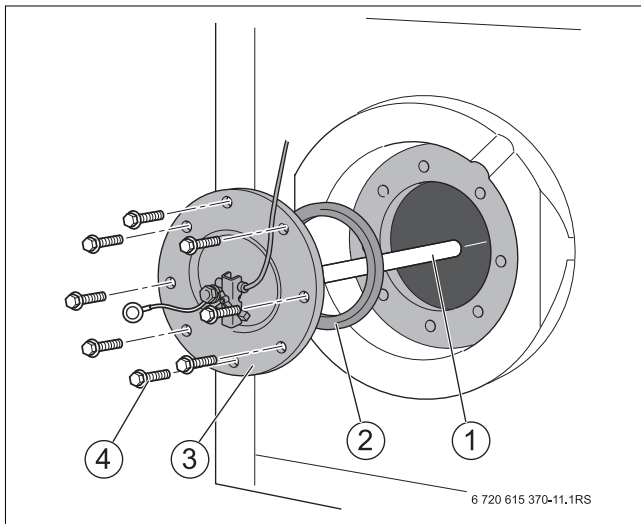

Fig. 13 Abrir la abertura de inspección
- ▶ Abra la abertura de inspección (→ fig. 13, pág. 10).